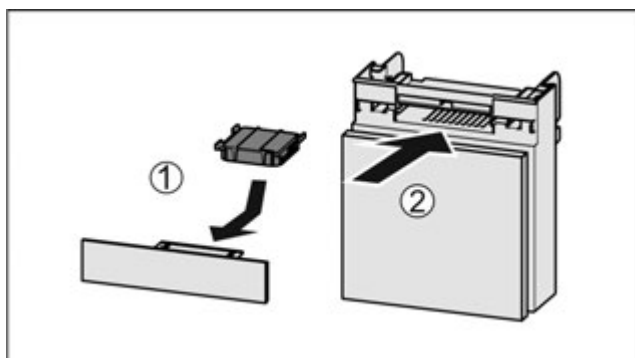

Fig. 84
- ▶ Вставити фільтр з активованого вугілля за малюнком Fig. 84 (1).
- ▶ Вставити відділення Fig. 84 (2).